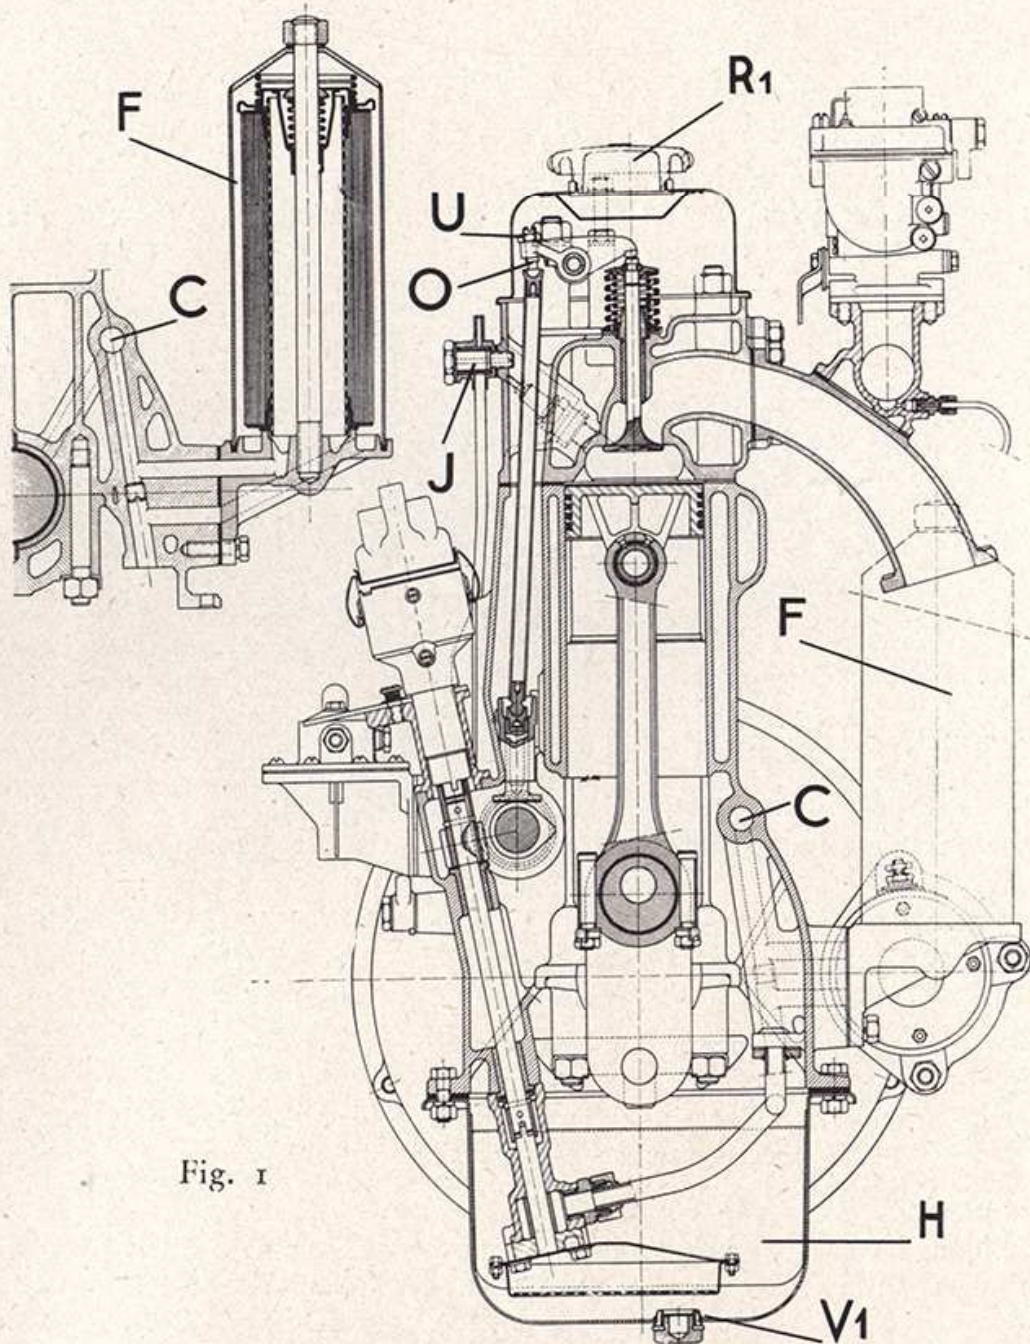

Fig. 1
Nettoyer les filtres F et J (fig. 1).
## MOTEUR (fig. 1 et 2)
Les soupapes d'échappement et d'admission (*fig. 1 et 2*) placées verticalement en ligne dans le fond de la culasse, sont actionnées par des basculeurs commandés par des tiges verticales mues par des poussoirs en contact avec l'arbre à cames situé dans le carter. Ces tiges agissent sur les basculeurs par l'intermédiaire d'une vis de réglage (O) munie d'un contre-écrou de blocage (U) (*fig. 1*). Il doit exister un jeu de  $25/100$  de millimètre entre le bec du basculeur et l'extré-